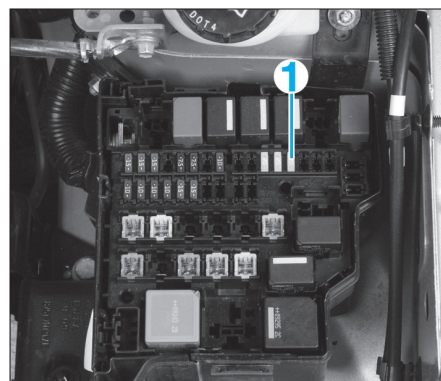

Fig. 41
- Dans le compartiment moteur, enlever le fusible (1) (Fig.41).
- Reposer le fusible (1).